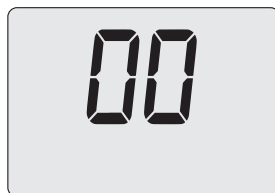

Figura 9.11
- Premendo il tasto 16 (Figura 9.8) sul display LCD appare il valore del parametro P06 (Figura 9.11).